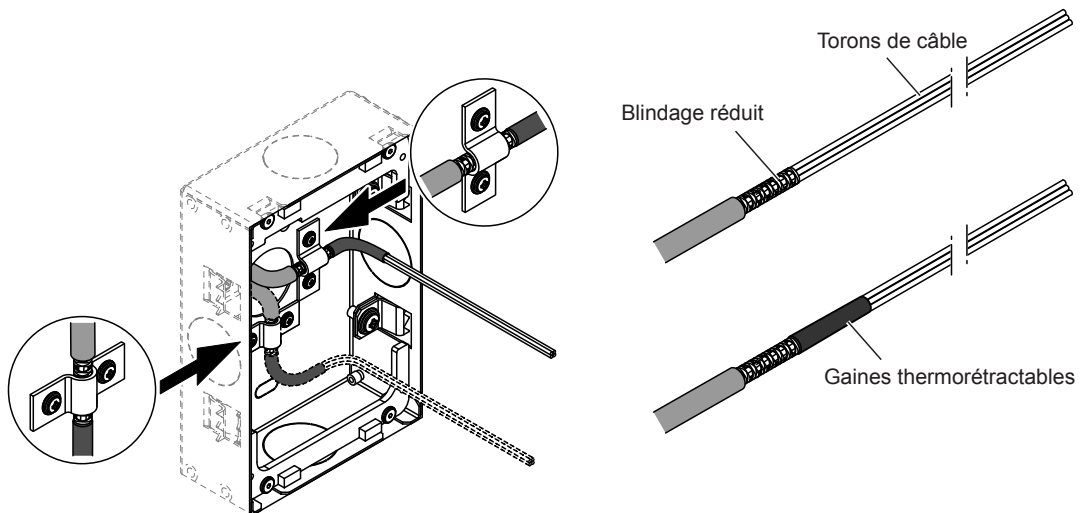

Fig. 8: Fixez le câble CAN BUS avec le blindage exposé au boîtier à l'aide des colliers de serrage
4. Dénudez le(s) câble(s) CAN BUS du point de serrage prévu à l'extrémité du câble. Retirez ensuite le blindage exposé jusqu'à environ 2 cm, fixez l'extrémité du blindage avec un morceau de tube plastique rétractable comme indiqué sur la figure Fig. 8 et fixez le blindage exposé au boîtier à l'aide du ou des collier(s) de serrage du blindage.